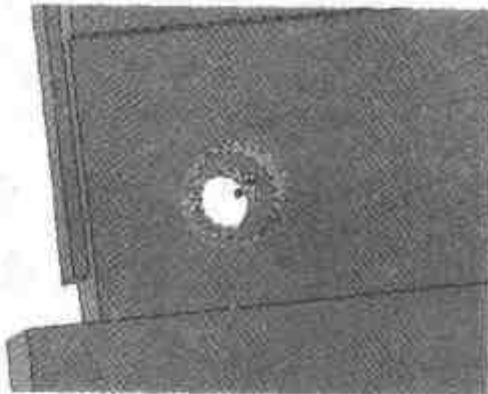

图 4.70 生成沉孔图素
- (16) 从右侧【工具】设计元素库中向第 3 个厚板的前表面拖入一个【孔】图素; 定义它的直径为 4.5, 深度为 10, 沉头直径为 7.5, 沉头深度为 4.5。它与第一个厚板的上表面相距为 10, 与第 3 个厚板的侧表面相距为 12, 结果如图 4.70 所示。